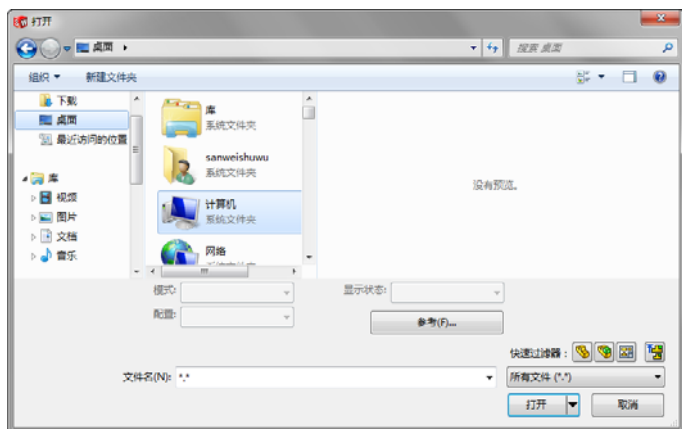

图 1-41 [打开]对话框
**①**单击 SolidWorks 的主窗口中的[打开]按钮,也可以单击标准工具栏中的打开按钮,或者选择[文件|打开]命令。
**②**在出现的[打开]对话框中(图 1-41)设定正确的文件存储目录,并在文件列表区域中选择欲打开的文件。
**③**单击[打开]按钮,便打开该文件了。